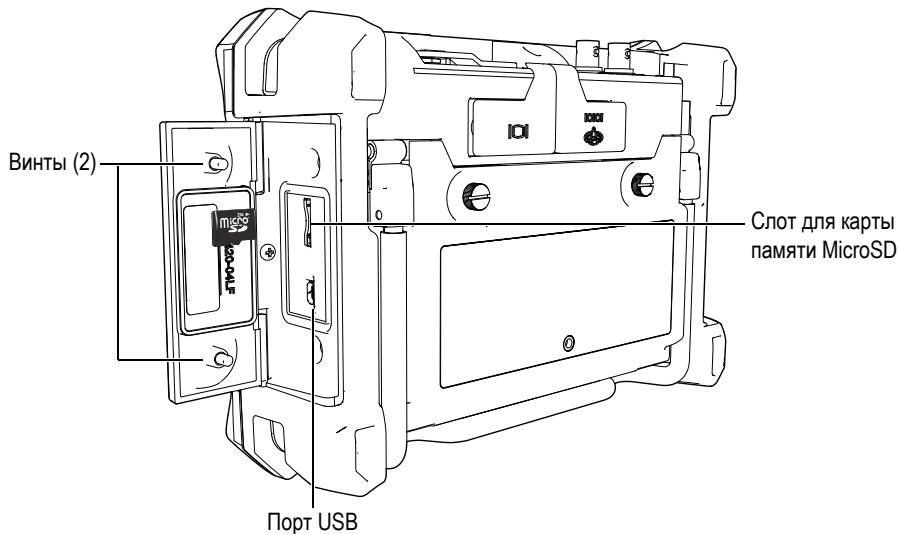

Рис. 1-12 Боковая дверца
2. Ослабьте винты и откройте боковую дверцу прибора EPOCH 600 (см. Рис. 1-12 на стр. 28).
4. Аккуратно вставьте карту в слот до щелчка (см. Рис. 1-12 на стр. 28).